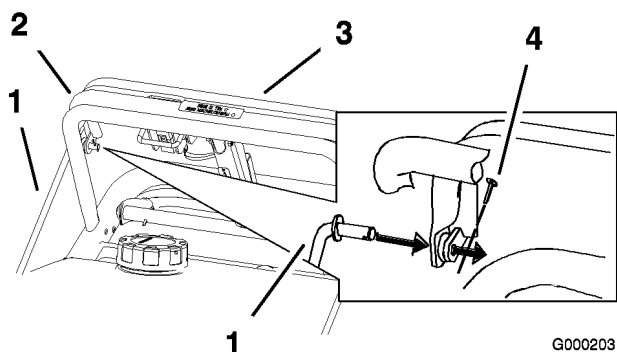

Figura 9
1. Instale las varillas de control en la barra de control superior y la barra de control de la cuchilla. Fije las varillas de control con 2 pasadores de horquilla (Figura 9).